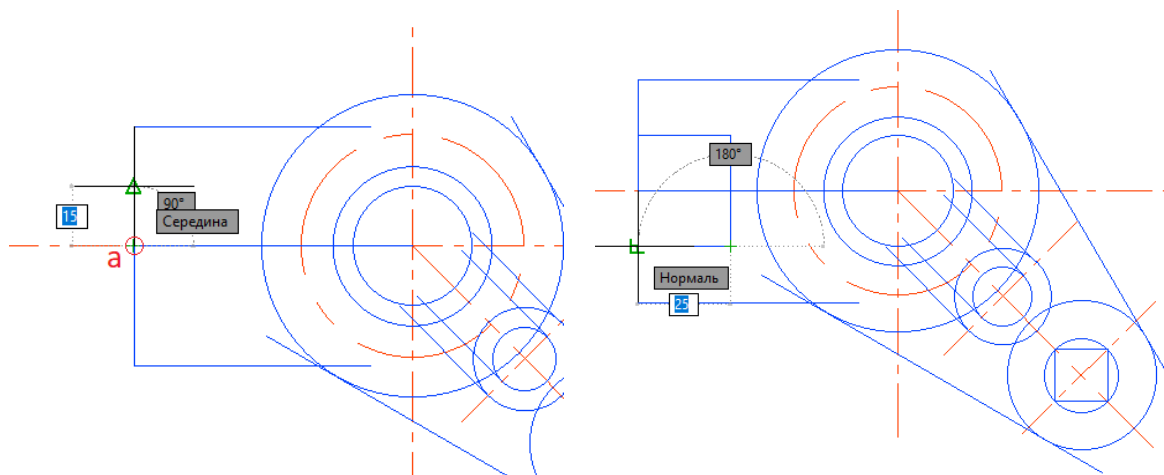

Рис. 2.17. Построение призматической части
**14.** Внутри призматической части постройте прямоугольник длиной **25** мм, шириной **30** мм (рис. 2.17).
При помощи команды **Отрезок**  (вкладка **Главная**, панель **Рисование**) проведите вертикальную линию вверх из точки **a** длиной **15** мм, затем горизонтальную линию длиной **25** мм. После этого проведите вниз вертикальную линию длиной **30** мм и горизонтальную линию длиной **25** мм (метод задания «направления-расстояния»), рис. 2.17.